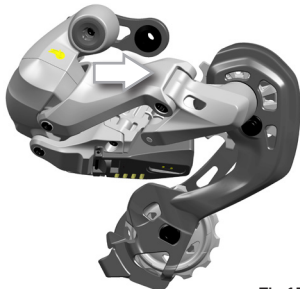

Fig.15
- Se volete spostare il cambio su pignoni più grandi: impugnate il corpo superiore del cambio e spingete la parte inferiore con il pollice nella zona indicata in figura (Fig.15).